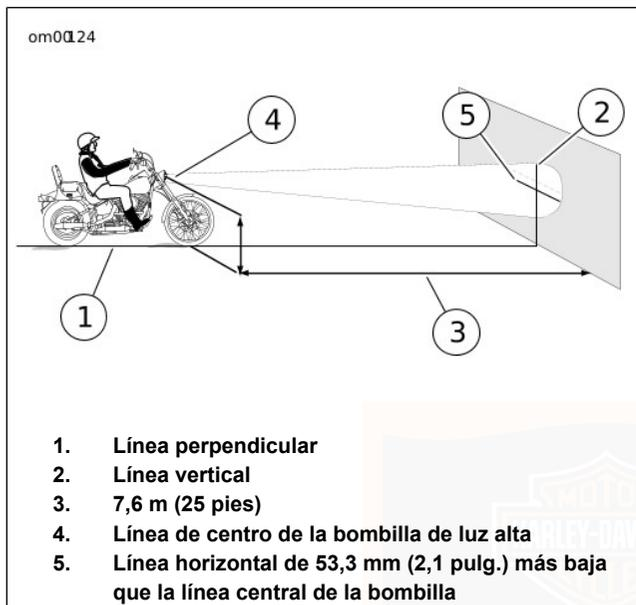
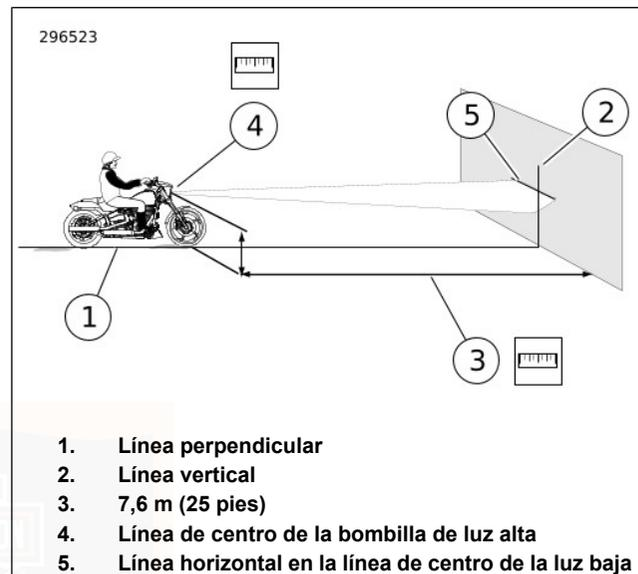

Figura 58. Alineación del faro delantero
Figura 59. Alineación del faro delantero LED
Vea Figura 58. Para obtener mejores resultados, seleccione un área con una cantidad mínima de luz.
7. Con el vehículo cargado y en posición vertical, apunte la rueda delantera hacia adelante hacia la pared. Mida la distancia desde el piso hasta el centro de la bombilla de la luz alta (4).
8. **Todos, excepto los FXSE:** Vea Figura 58. Con la motocicleta encendida, coloque el interruptor del faro delantero en **luz alta**.
- a. Trace una línea horizontal (5) a través de la línea vertical en la pared, en la línea central medida del bulbo.
9. **FXSE:** Vea Figura 59. Con la motocicleta encendida, coloque el interruptor del faro delantero en **luz baja**.
- a. Dibuje una línea horizontal (5) a través de la línea vertical en la pared, que esté a 53,3 mm (2.1 in) abajo de la línea de centro medida de la bombilla.